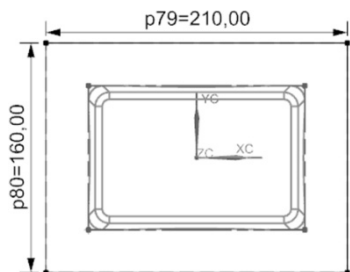
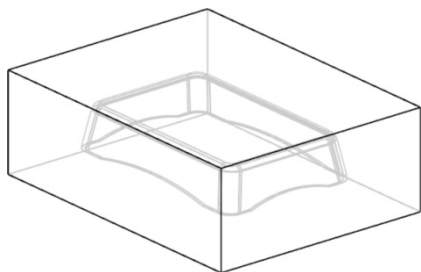

图 5-2 绘制截面
图 5-3 创建工作件
(2) 工件分析：分型面不规则；本例产品的 4 个角位是圆弧，设计分型面是需用过渡曲线。
(3) 单击横向菜单栏的“应用模块”选项，再单击“注塑模”按钮，在横向菜单栏中添加“注塑模向导”选项。
(4) 单击“初始化项目”按钮，在【初始化项目】对话框中“收缩”设为 1.005，完成设置“初始化项目”。
(5) 单击“检查区域”按钮，在【检查区域】对话框单击“计算”选项，对“指定脱模方向”选取“ZC↑”，选择“☒ 保持现有的”复选框，单击“计算”按钮.
(6) 在【检查区域】对话框中选取“区域”选项卡，取消“☐ 内环”、“☐ 分型边”、“☐ 不完整的环”复选框的“☒”，选中“☒ 型腔区域”单选框。单击“设置区域颜色”按钮，零件分成两种颜色，外表面（型腔曲面）是棕色、内表面（型芯曲面）是蓝色。
(7) 单击“工件”按钮，在【工件】对话框中对“类型”选择“产品工件”，“工件方法”选择“用户定义的块”，“定义类型”选取“草图”；单击“绘制截面”按钮，删除系统默认的尺寸，再标上尺寸，并将尺寸修改为 210mm×160 mm，如图 5-2 所示。
(8) 单击“完成”按钮，在【工件】对话框中把“开始距离”设为-10 mm，“结束距离”设为 40 mm。
(9) 单击“确定”按钮，创建工作件，如图 5-3 所示。